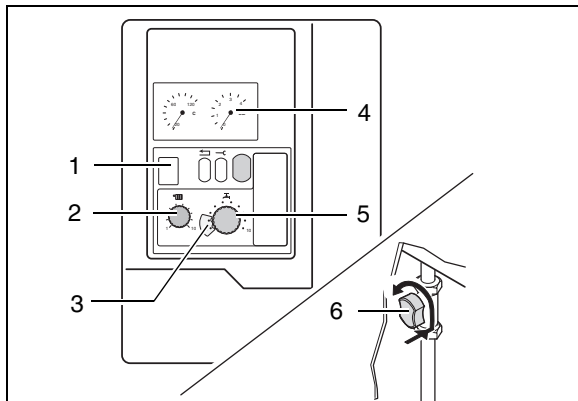

Abb. 1 *Bedienfeld, Druckanzeige, Gasabsperrhahn, Temperaturanzeige*
- Wasserdruck überprüfen (Abb. 1, Pos. 4). Bei einem Druck unter 1,0 bar Wasser auffüllen und Anlage entlüften. Max. Wasserdruck 1,5 bar. Optimaler Fülldruck 1,0 - 1,2 bar. Bei häufigem Wasserverlust durch eine Fachfirma Ursache ermitteln und beseitigen lassen.
- Vorlauftemperatur am Regler (Abb. 1, Pos. 2) mit Hilfe der Tab. 3 einstellen.
- Warmwassertemperatur für Logamax U122 und Logamax U124 mit externen Speicher-Wassererwärmer am Regler (Abb. 1, Pos. 5) mit Hilfe der Tab. 2 einstellen.
- Warmwassertemperatur für Logamax U122K und Logamax U124K am Regler (Abb. 1, Pos. 5) mit Hilfe von Tab. 1 einstellen. Zum Energiesparen (keine Warmhaltefunktion) Regler (Abb. 1, Pos. 5) auf Kaltstart-Stellung "1" stellen. Blockierung (Abb. 1, Pos. 3) dazu abnehmen und nach Einstellung wieder aufdrücken. Auslauftemperatur dabei: 60 °C.
- Gasabsperrhahn öffnen: Eindrücken und nach links in senkrechte Position drehen (Abb. 1, Pos. 6).
- Netzschalter (Abb. 1, Pos. 1) auf Stellung "I" stellen.